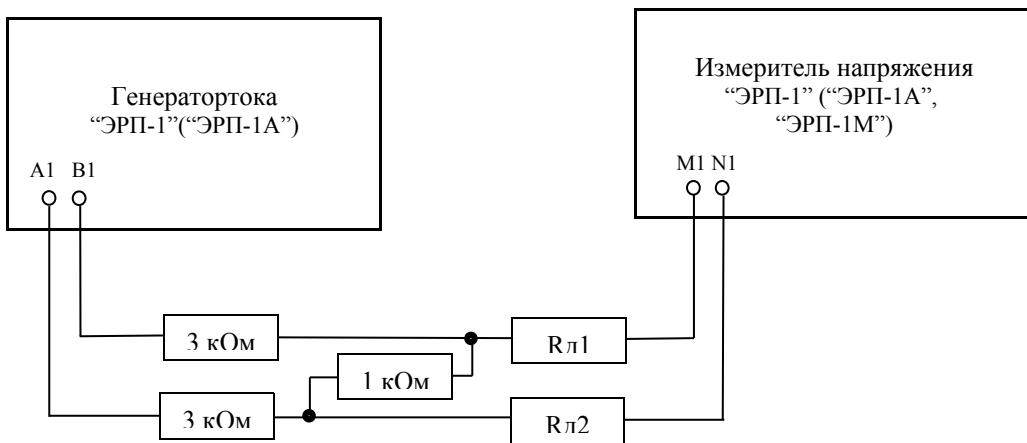

Рисунок 60
8.3.5.7.1 Собрать схему определения входного сопротивления измерителя на постоянном токе, приведенную на рисунке (Рисунок 60). Для определения входного сопротивления измерителя проводят два измерения: